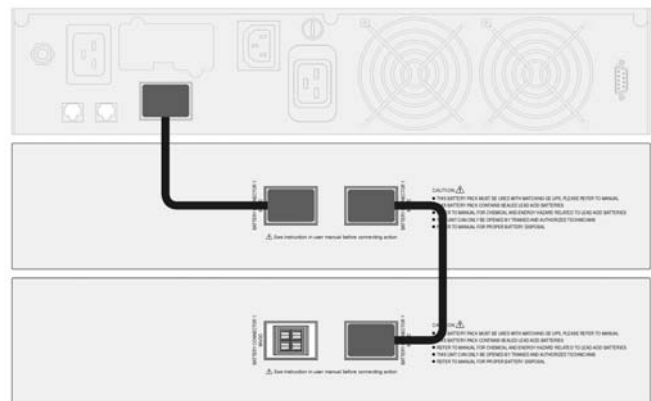

Рис. 3.3.3 Подключение внешнего блока (блоков) АКБ к ИБП (на рисунке показана модель EP 3000 R)
3. Подключите блок АКБ входящим в комплект АКБ кабелем к устройству, как показано на Рис. 3.3.3. Если вы хотите подключить блок АКБ местного производства, закажите соединительный кабель для АКБ.